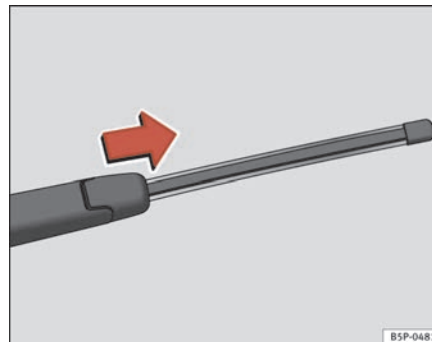

Fig. 179 Retirar a escova do limpa-vidros traseiro
- Afaste o braço do limpa-vidros traseiro do vidro ⇒ página 242, fig. 179
- Deslize o adaptador da escova na direcção da seta e retire a escova ⇒ página 242, fig. 179.